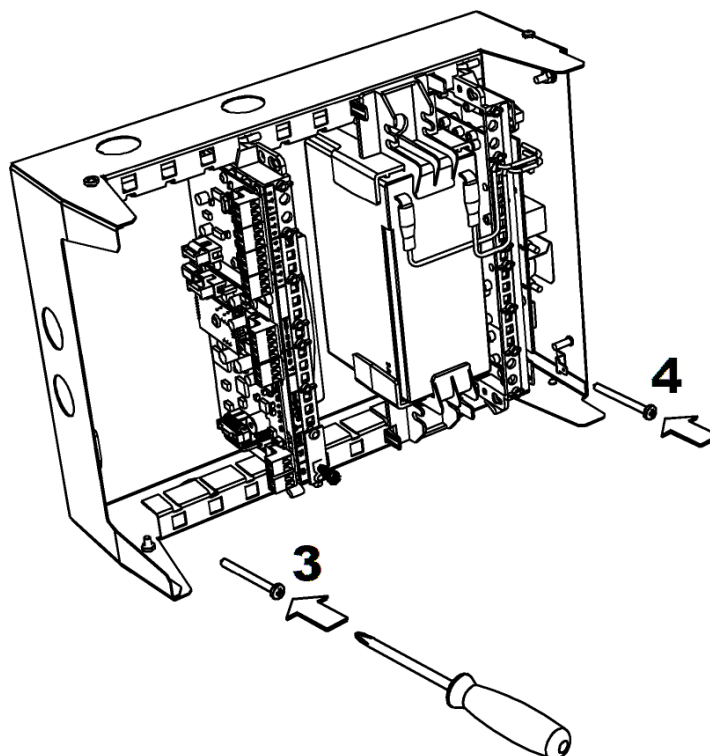

Рис. 42
3. Вверните шурупы в отверстие 3 (и 4) в ее нижней части (Рис. 42).